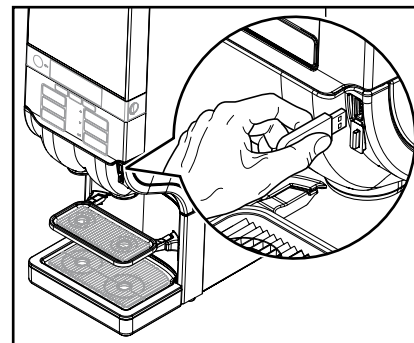

Fig. 23
- Sæt USB-aktiveringsnøglen ind i USB-porten på kaffemaskinen for at aktivere den midlertidige drikkeafspning (fig. 23).